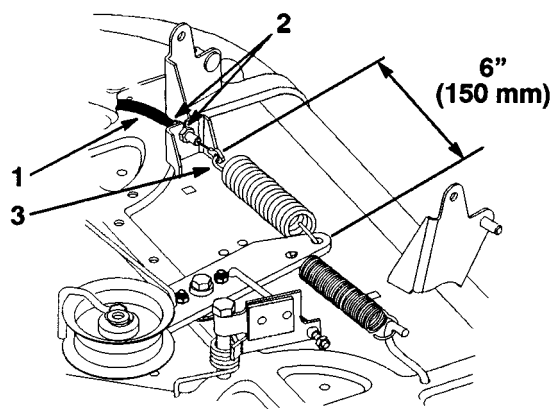

Figure 47
12. Engager le levier de commande des lames (PDF) sur le tableau de bord. Mesurer la distance entre les extrémités à crochet du ressort de tension (Fig. 47). Ajuster les écrous de blocage de manière à obtenir 150 mm (Fig. 47).